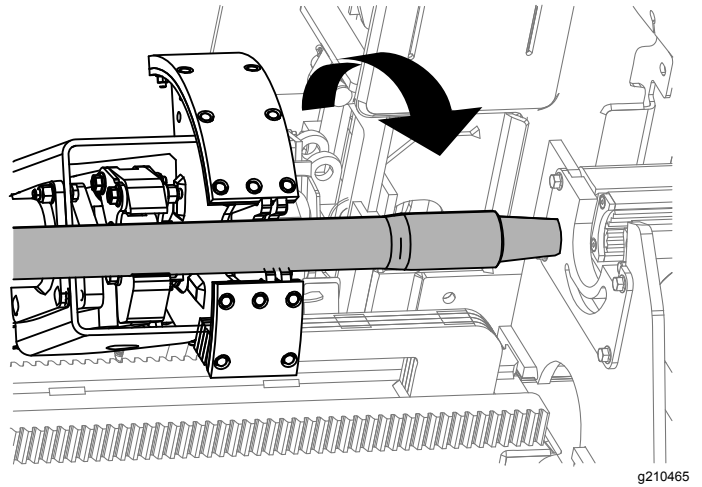
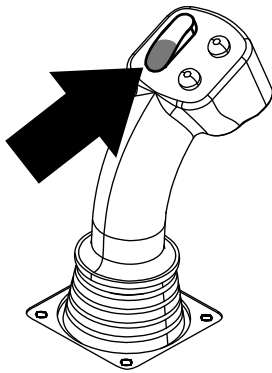

Figura 30
Figura 29
5. Mantenga pulsada la sección inferior del interruptor basculante (Figura 29) hasta que el conjunto de leva gire hacia delante del todo hasta el soporte y los elevadores levanten el tubo restante hasta el portatubos (Figura 30).